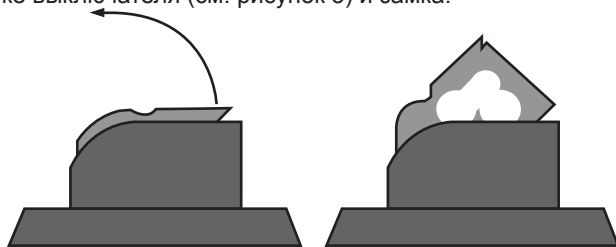

Рисунок 3
3. Блокировать сетевой выключатель от включения, при помощи механизма на рукоятке выключателя (см. рисунок 3) и замка.